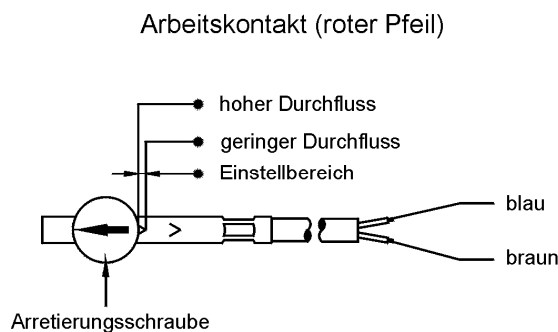
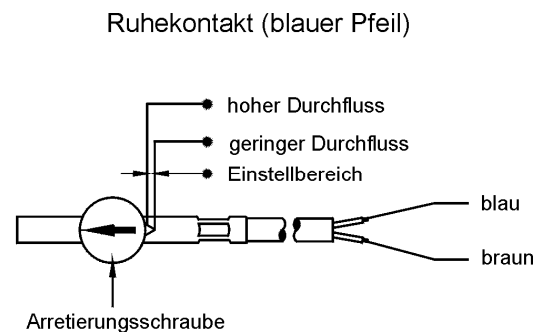

Abb. 18
Abb. 19
- ⇒ Verschieben Sie anschließend die Schalteinheit so weit, dass bei gewünschtem Arbeitskontakt, der rote Pfeil (Abb. 18) bzw. bei Ruhekontakt der blaue Pfeil (Abb. 19) am Eingang der Führung der Schalteinheit sichtbar ist (entfällt bei Wechselkontakt).